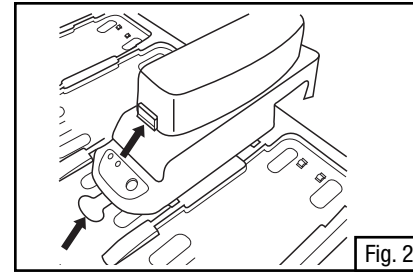

Fig. 2
5. Remoción de la batería (Fig. 2).